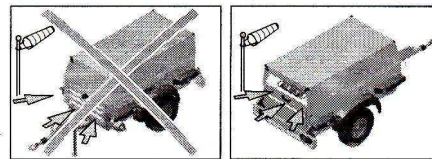

Abb. 3.4 Kompressorrückseite in Windrichtung
Die Feststellbremse durch Hochziehen des Hebels (3) betätigen. Den Kompressor möglichst waagrecht abstellen. Er kann jedoch vorübergehend in einer Schräglage, die 15° nicht überschreitet, betrieben werden. Wird der Kompressor auf abschüssigem Untergrund abgestellt, müssen Unterlegkeile (als Sonderzubehör erhältlich) vor und hinter die Räder gelegt werden. Die Rückseite des Kompressors gegen den Wind, (siehe Abb. 3.4), entfernt von verunreinigten Luftströmungen und Wänden aufstellen. Die Rückführung von Abluft aus dem Motor vermeiden. Dies führt zu Überhitzung und Leistungsverlust.